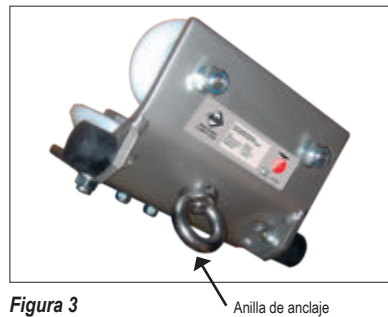

Figura 3
10. En la anilla de anclaje (figura 3) solo pueden anclarse componentes de sistemas de protección anticaídas personales según EN 360 (seguros de altura), o EN 360/EN 341 (seguros de altura con rueda libre), o EN 354/EN 355 (medios de amarre con elemento amortiguador de caídas), o EN 353-2 (absorbedor de impacto deslizante con guía móvil), utilizando un elemento de unión (por ejemplo: mosquetón) y de conformidad con EN 362. Hay que asegurarse de que el mosquetón esté debidamente colocado. Adicionalmente, se deberán respetar los manuales de instrucciones de los equipamientos de protección personal en cuestión, especialmente en lo relativo a la altura libre que debe quedar bajo los pies del usuario según en sistema empleado.
1. El carro deslizante IKAR (figura 3) se entrega premontado y preajustado al tamaño del carril de la guía.